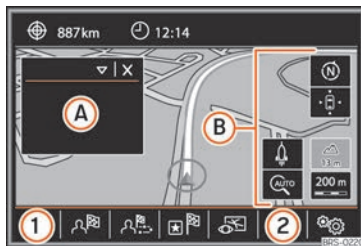

Abb. 213 Hauptmenü Navigation.
**Ansicht** Kartendarstellung ändern oder Zusatzfenster aktivieren oder deaktivieren » **Abb. 213 A** » Seite 238.